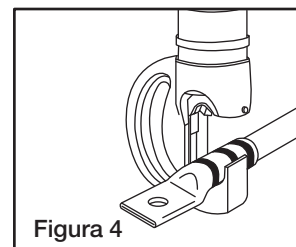

Figura 4
4. Inserte completamente el conductor dentro del conector (Figura 4).